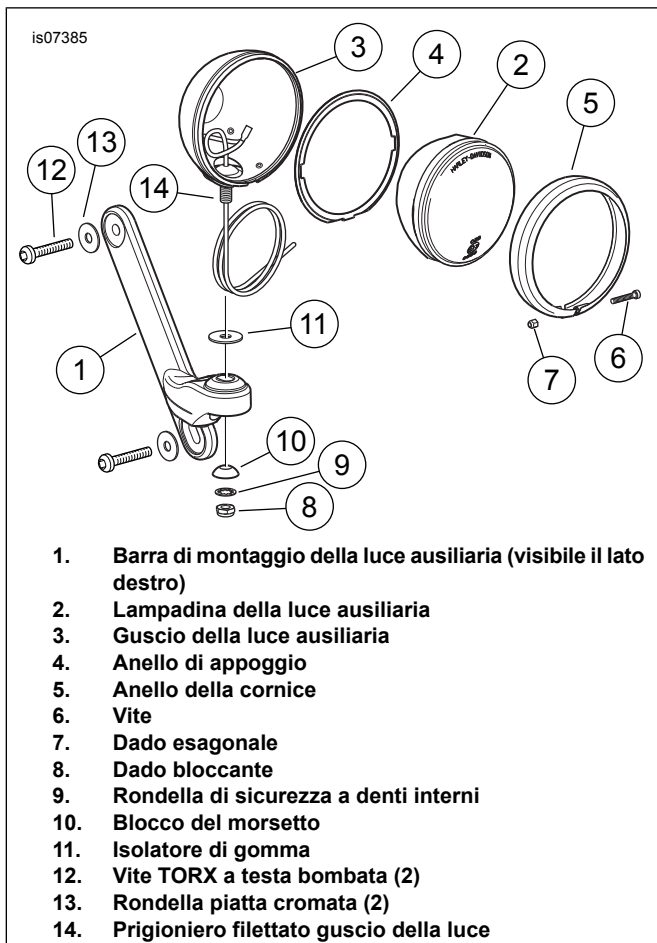

Figura 1. Gruppo luce ausiliaria
2. Vedere Figura 1. Installare una lampadina della luce ausiliaria (2) in un guscio di luce ausiliaria (3) secondo le istruzioni del kit lampadina della luce ausiliaria.